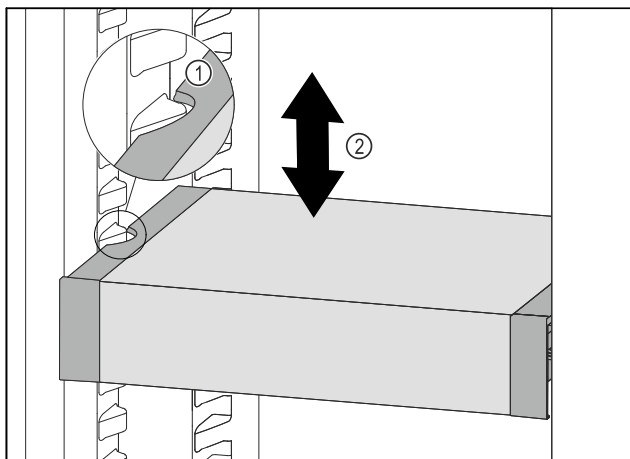

Fig. 201
- Tirer le VarioSafe vers l'avant jusqu'à ce que les encoches latérales du VarioSafe soient à la hauteur de la nervure du bac dans la partie réfrigérateur. Fig. 201 (1)
- Déplacer le VarioSafe vers le haut ou vers le bas dans la partie réfrigérateur jusqu'à ce que la hauteur souhaitée soit atteinte. Fig. 201 (2)